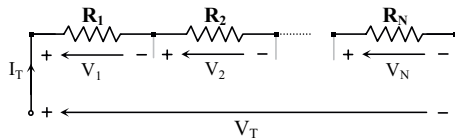

Figura 2.5
Como sabemos para una conexi3n en serie de N resistencias, de acuerdo con la figura 2.5, la resistencia equivalente viene dada por la expresi3n:
- 1.1.- Montar sobre la placa de pruebas el circuito en serie formado por las tres resistencias de los valores indicados de acuerdo con la figura 2.5.